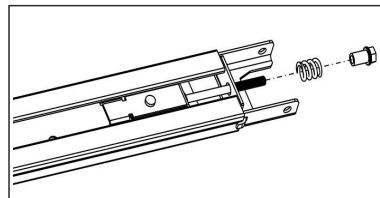

Fig 9
4. Comme Fig 9, libérer l'écrou et le ressort.